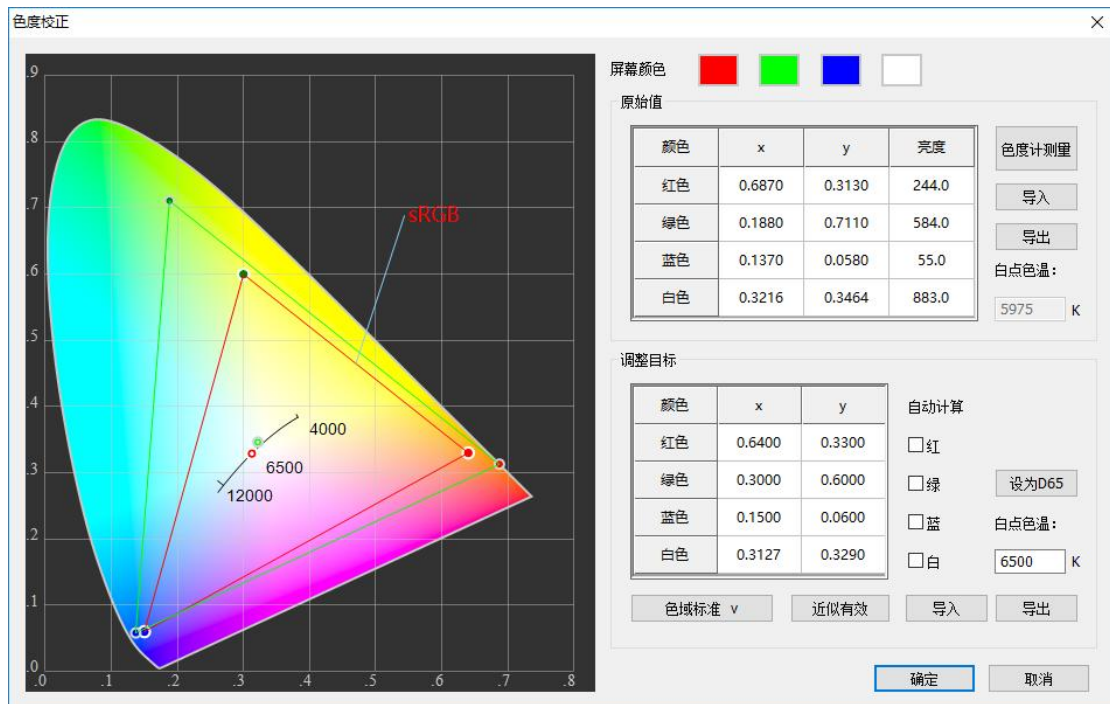

图 7-4 色域设置
b.CCM 相机，高级设置如图 7-4 所示：
a)如果采用色度采集设备，选中图 7-4 中的“色度计测量”，软件将自动测量亮色数据并填入原始值中；如果没有设备，跳到 c)继续。